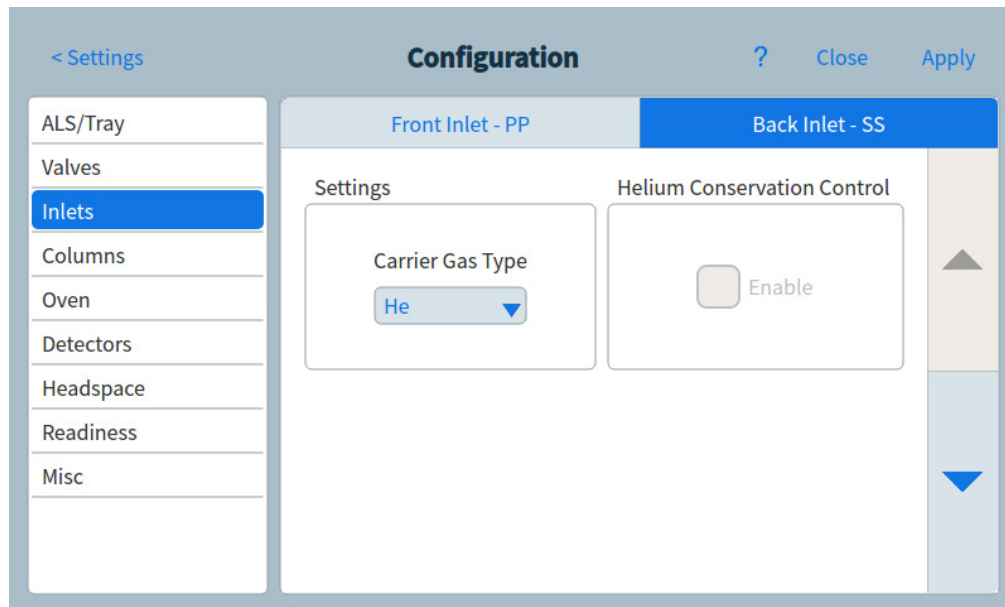

Figura 66. Página de inyectores
- 1 Seleccione **Ajustes (Settings)** > **Configuración (Configuration)** > **Inyectores (Inlets)**. Las propiedades del tipo de dispositivo seleccionado aparecerán en el lado derecho de la pantalla. Consulte **Figura 66**.